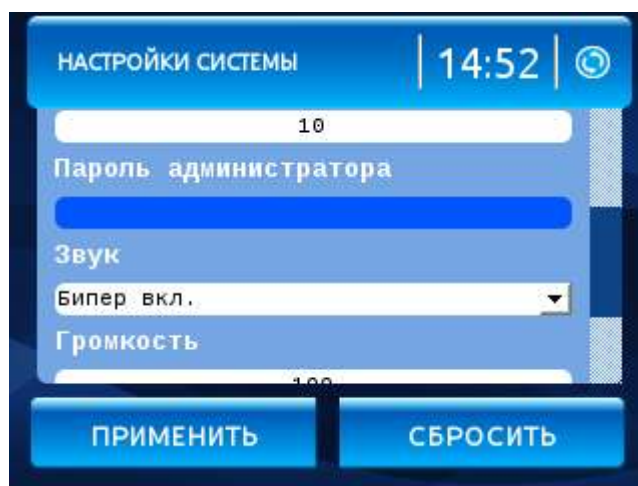

Рисунок 32 - Параметр «Пароль администратора»
- 4.1.1.4 Параметр «**Пароль администратора**» (Рисунок 32) задает цифровой пароль администратора для входа в меню настроек терминала с клавиатуры. Максимальное количество цифр в пароле - 9. По умолчанию пароль отсутствует. Если пароль неизвестен, его можно изменить или убрать с помощью Biosmart-Studio v5. Для того чтобы установить пустой пароль, введите в поле значение «0».